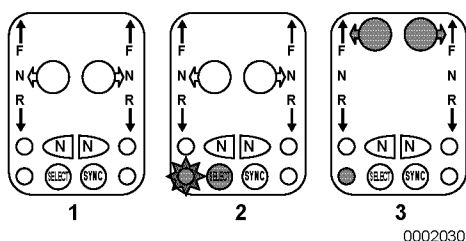

Figure 12
1. **(Figure 12, (1))** affiche un poste habituellement inactif.
2. Appuyez sur le bouton SELECT **(Figure 12, (2))**. Le bouton s'allume (en gris sur la **Figure 12**) et le témoin de sélection de poste clignote (étoile autour du cercle **(Figure 12)**).
3. Déplacez la ou les poignées vers l'accélération F (avant) ou R (arrière) pour faire correspondre l'emplacement de la poignée du poste actif **(Figure 12, (3))**. Les voyants du bouton de poignée correspondant s'allument constamment (en gris sur la **(Figure 12, (3))**) et le témoin de sélection de poste reste constamment allumé (en gris sur la **(Figure 12, (3))**).